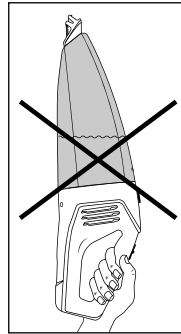

Fig. 4
- Dacă transportați aparatul în poziție orizontală sau cu duza pentru aspirare umedă **1** orientată în sus, este posibil să se scurgă lichid (a se vedea fig. 4 și 5):